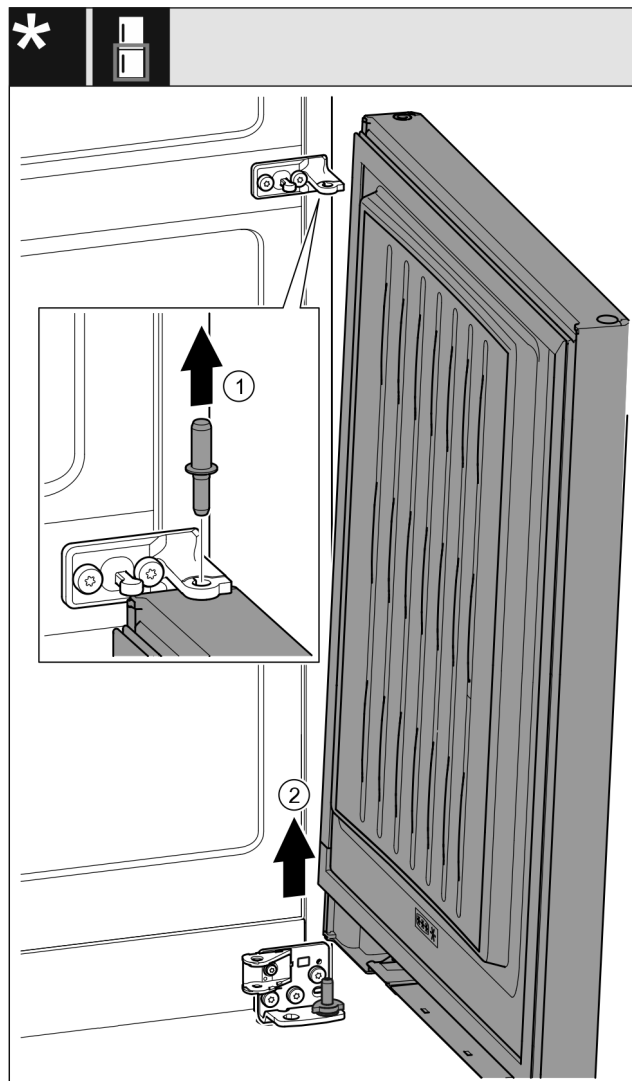

Fig. 23\*
- ▶ Sornike izvlcite v smeri navzgor. Fig. 23 (1)\*
- ▶ Vrata obrnite navzven, jih povlecite navzgor in postavite na stran. Fig. 23 (2)\*